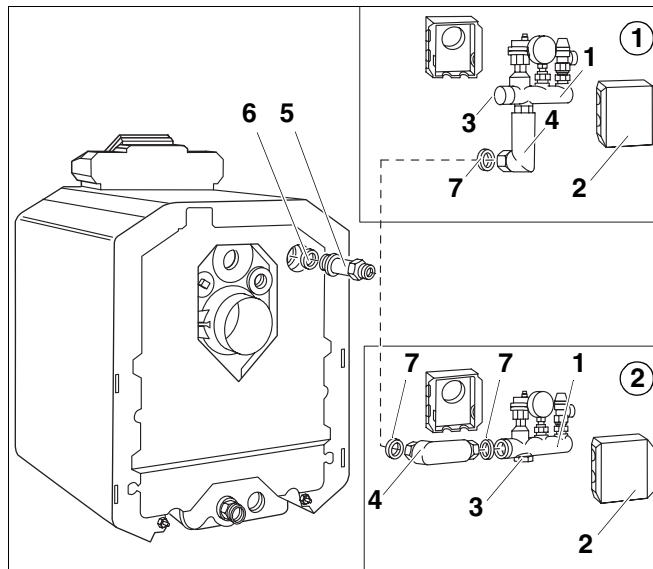
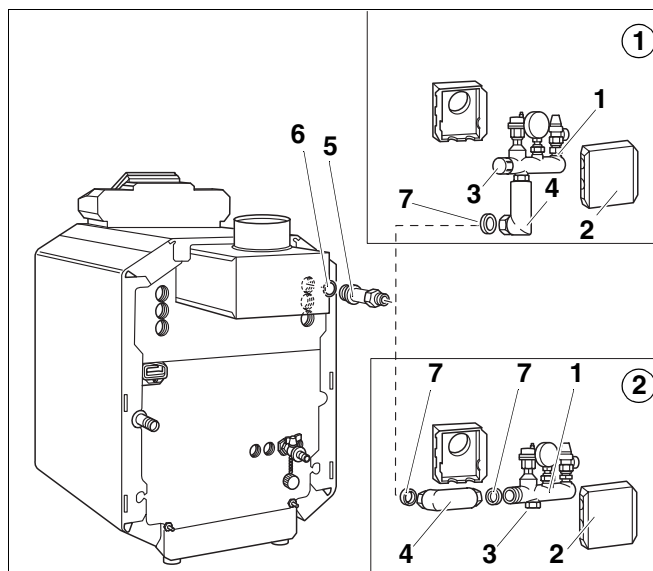

Рис. 1 Комплект безопасности отопительного котла G115
Рис. 2 Комплект безопасности отопительного котла G134 (расположение штуцеров при поставке)
1. Коллектор со штуцерами выходит вверх и в сторону от отопительного котла (пример установки ①; рис. 1).
2. Коллектор со штуцерами выходит в сторону от отопительного котла (пример установки ②; рис. 1).
3. Коллектор со штуцерами выходит вверх, сзади отопительного котла (как в примере 1, только штуцеры повернуты (рис. 1, поз. 1) на 180°; без рис.).
- Вкрутить двойной вентиль (рис. 1, поз. 5 / длиной 104 мм) вместе с установленным в него кольцом в отверстие для предохранительной подающей линии отопительного котла.
- Прикрутить торцевую крышку (рис. 1, поз. 3) сбоку или снизу коллектора, в зависимости от того, как устанавливается комплект безопасности.
- Установить уплотнение в резьбовое соединение уголка (рис. 1, поз. 4) и соединить его с коллектором со штуцерами.
- Разрезать теплоизоляционные вкладыши (рис. 1, поз. 2) с учетом штуцеров. Вставить теплоизоляционные вкладыши сверху и затем сжать их снизу.
Экспликация к рис. 1 и рис. 2